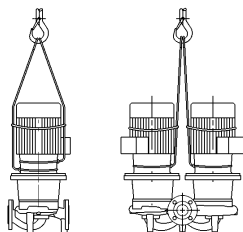

Fig. 3: Plassering av transportwirene
- Transportløkkene på motoren fungerer kun for å lede remmene ved opptak av lasten (fig. 3).